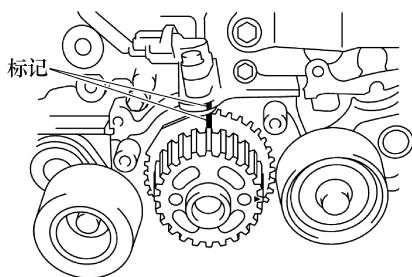

图 7-2 对准曲轴带轮上标记
① 对准曲轴正时带轮上的标记和气缸体上机油泵盖上的标记,如图 7-2 所示。